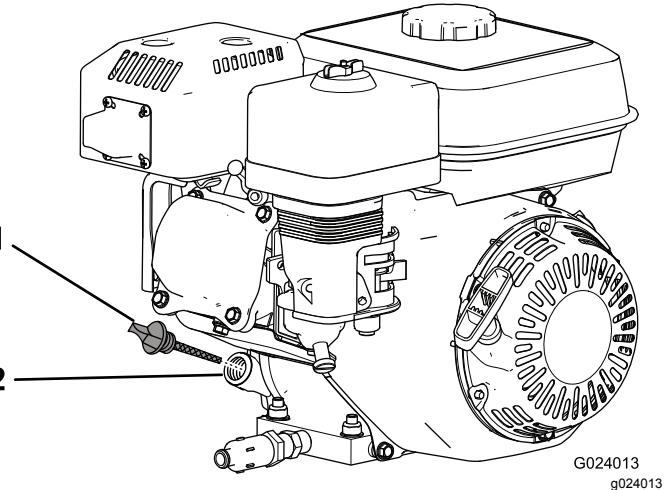

Figure 18
2. Coupez le moteur, laissez-le refroidir et nettoyez la surface autour du bouchon de remplissage-jauge d'huile (Figure 18).